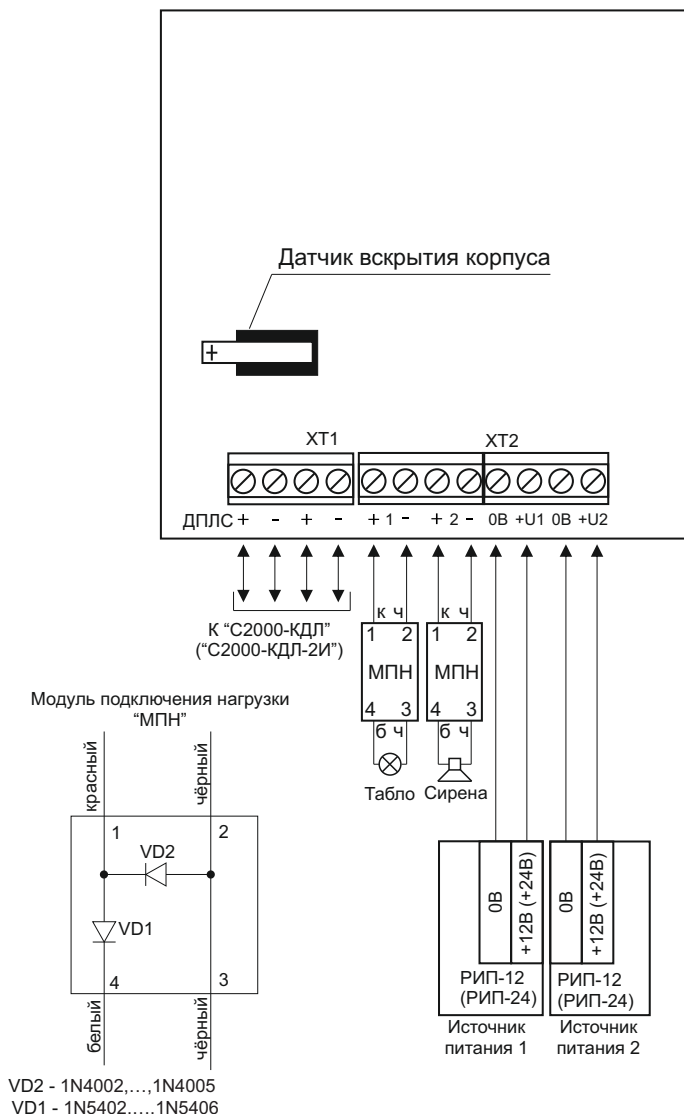

Рисунок 4. Схема внешних соединений блока
Монтаж соединительных линий производится в соответствии со схемой на рис. 4.
4.2.1 Подключите исполнительные устройства (световые табло, сирены, видеокamеры, электромагнитные замки и др.) в соответствии с рис. 4.